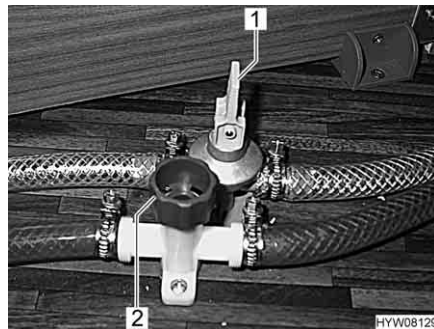

Fig. 130 Rubinetti di scarico
- Chiudere tutti i rubinetti di scarico per il boiler. Posizionare la leva a bilanciere (Fig. 130,1) orizzontalmente o ruotare il tappo (Fig. 130,2) in senso orario.
- Aprire tutti i rubinetti di scarico per il boiler. Posizionare la leva a bilanciere (Fig. 130,1) verticalmente o ruotare il tappo (Fig. 130,2) in senso antiorario.